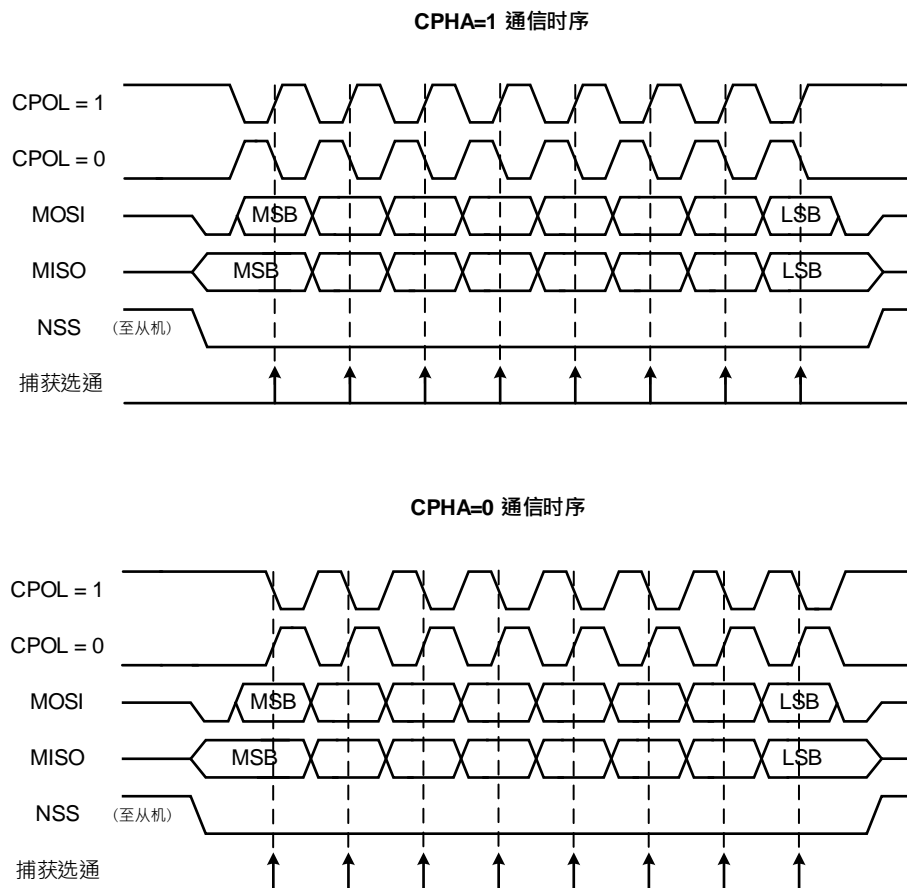

图 27-2 SPI 格式
2. 配置 **SPI\_CON1.CPOL** 和 **SPI\_CON1.CPHA** 位，以定义数据传输和串行时钟之间的关系(四种关系中的一种)(参见图 27-2)。